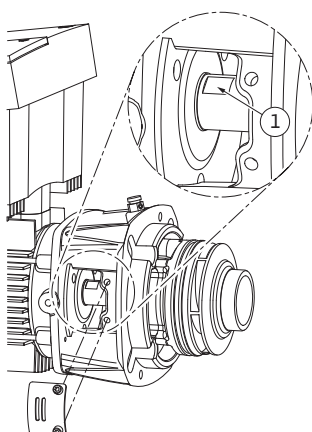

Fig. 52: Nyckelytor på axeln
15. För in en skruvnyckel, helst 22 mm bred, i lanternefönstret och håll fast axeln mot nyckelytan (fig. 52, pos. 1). Dra ut pump-hjulsmuttern (fig. 7, pos. 15). Pumphjulet (fig. 7, pos. 16) dras automatiskt bort från axeln.
24. Montera pumphjulet genom att föra in en skruvnyckel, helst 22 mm bred, i lanternefönstret och hålla fast axeln mot nyckelytan (fig. 52, pos. 1).